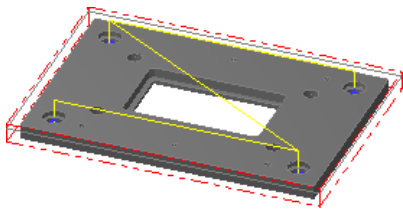

图 2.30 刀具路径
Step6. 单击“2D 刀具路径-螺旋铣孔”对话框中的  按钮，完成加工参数的设置，此时系统将自动生成图 2.30 所示的刀具路径。